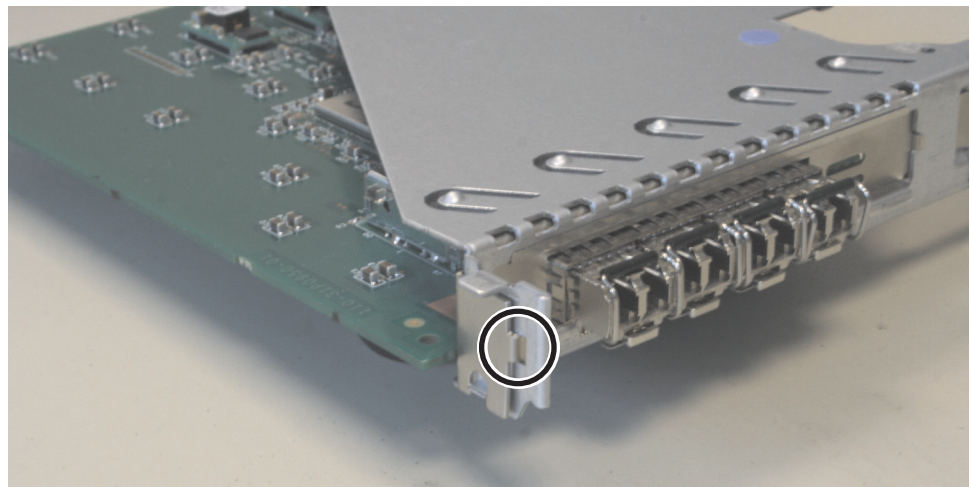

図 185. SAN ボリューム・コントローラー 2145-8A4 ライザー・カード・アセンブリー
2. ファイバー・チャンネル・アダプターを、ライザー・カードの後端に近接して平行を維持したまま所定の位置までスライドさせます。アダプターをコネクタにしっかりと押し込みます。図 185 に示すように、アダプターの位置決めクリップがライザー・カードの位置決め穴にはまっていることを確認します。